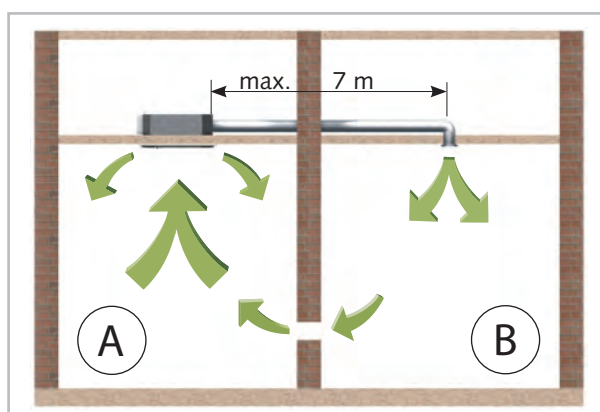

Abb. 41: Nebenraumanschluss
- Eine maximale Rohrlänge von 7 m darf nicht überschritten werden (Abb. 41).